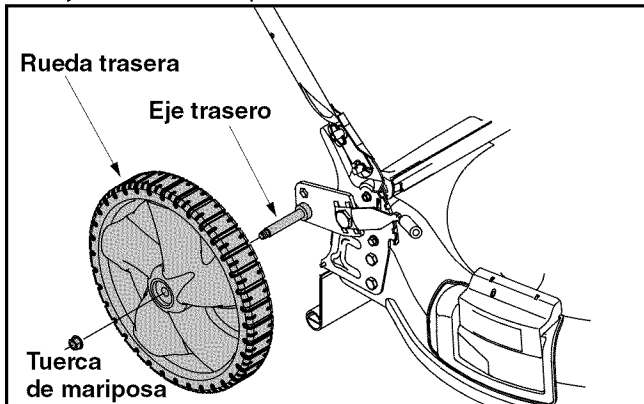

Figura 5
- Saque la tuerca hexagonal de la brida ubicada en el eje trasero de cada lado y coloque la rueda trasera en el eje. Vea la Figura 5. Vuelva a insertar la tuerca para brida en el eje como se indica y ajústela bien. Repita en el otro lado.